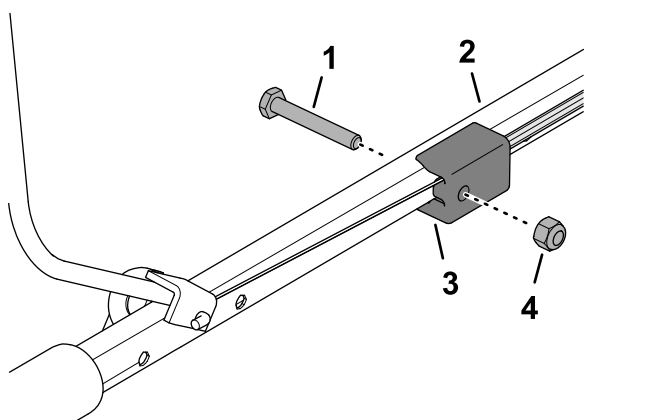

Figura 13
5. Prenda a união da pega à pega superior (Figura 13) com o parafuso ($\frac{1}{4} \times 1\frac{3}{4}$ pol.) e uma porca de bloqueio ($\frac{1}{4}$ pol.).